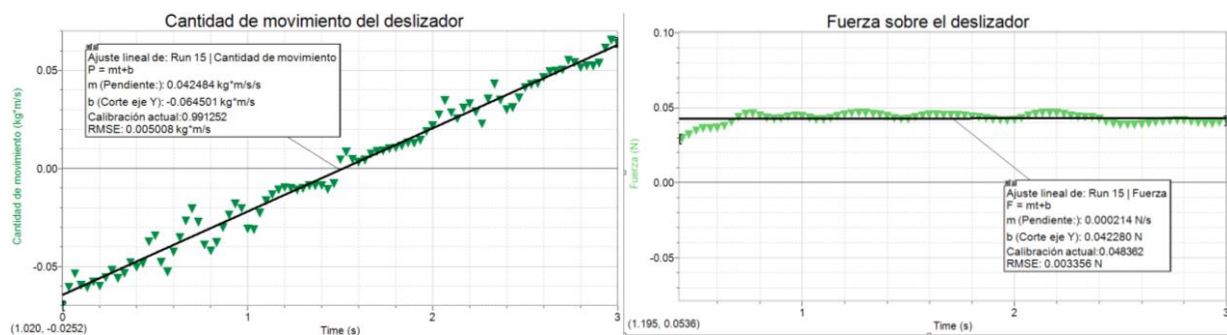

Figura 16. Cantidad de movimiento y Fuerza ejercida sobre el deslizador.
a) Realizar un par de nuevas columnas calculadas. Una para la cantidad de movimiento usando la relación  $\vec{P} = m\vec{v}$  y el parámetro para la masa definido con anterioridad. Usar esta columna para calcular la fuerza ejercida sobre el deslizador usando la relación  $\vec{F} = \frac{d\vec{P}}{dt}$ . En la Figura 16 se encuentra un ejemplo de las gráficas.